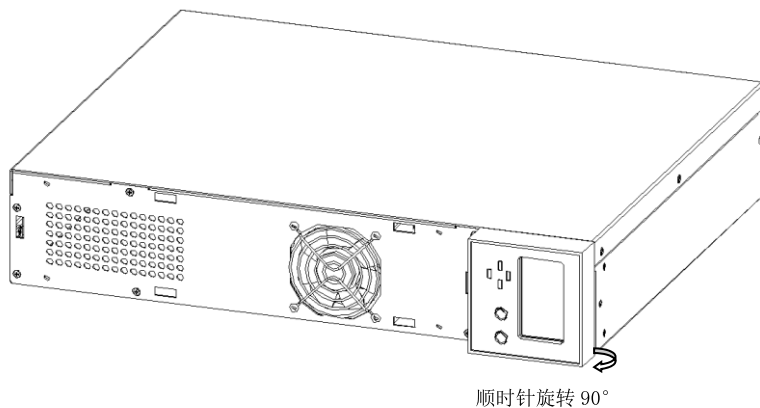

图 5-4 旋转显示面板
2. 将显示面板轻轻拔出顺时针旋转 90 度后按回原位，如图 5-4 所示。